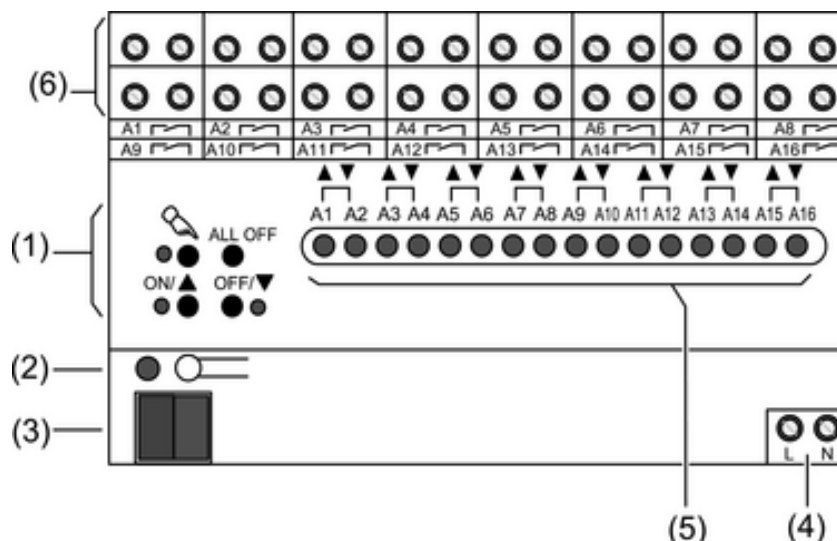

Рисунок 1
Светодиодные индикаторы состояния **A1...** (5) показывают состояния выходов (рисунок 1).